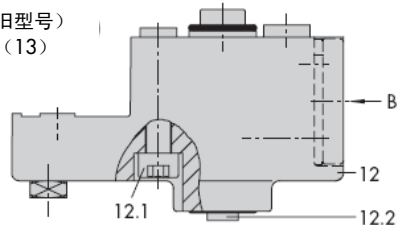

图 5 • 直接集成安装 • 3277 型 240、350、700cm² 气动执行机构的信号压力连接
2. 对准信号连接口处，安装带有开口的底板（10）（见图 5 的左侧），并确认垫片（14）已装好在气动执行机构支架上。
6. 以垫圈（16）在连接块（12）侧面的突出部做标记，确认所选的气动执行机构故障-安全动作“气动执行机构推杆伸出”或“气动执行机构推杆缩回”相应的符号是否已对准标记。若需要调整，则取下三个固定螺钉和连接块的盖，将垫圈（16）翻转 180 度，然后再把盖子复位。旧型号的连接板见图 5 下部，可通过改变切换板（13）的位置使所选的气动执行机构故障-安全动作的符号对准标记。